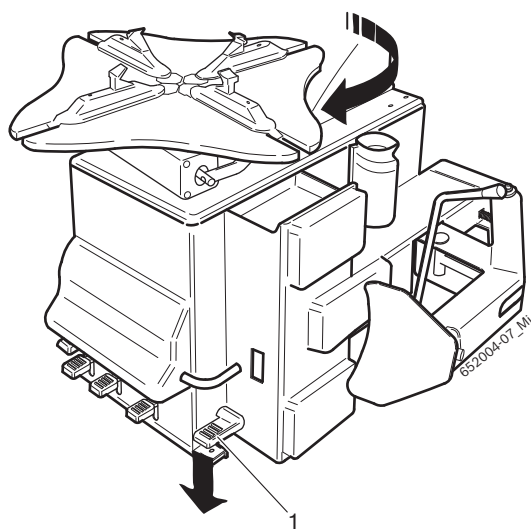

Fig. 2: Kontrola kierunku obrotu.
**!** Aby TCE 4335 działało poprawnie, jest niezwykle ważne, aby, kiedy się przyciska na pedał wskazany na rys. 2 (1), kierunek obrotu kołnierza do zaciśnięcia był zgodny z kierunkiem ruchu wskazówek zegara.